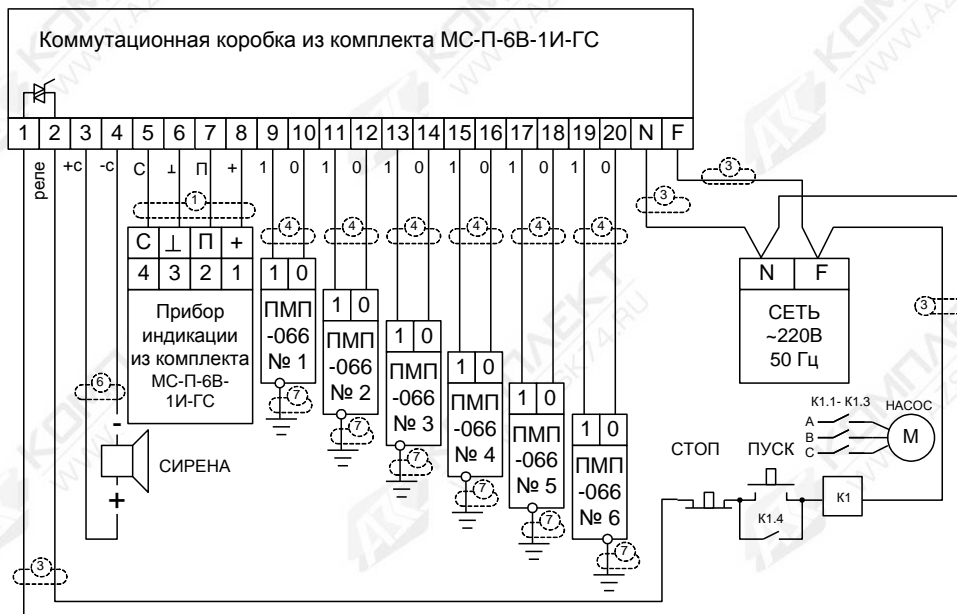

Рисунок 6 – Схема соединений прибора при наполнении резервуаров насосом
- включить насос нажатием на кнопку «ПУСК» (рисунок 6);